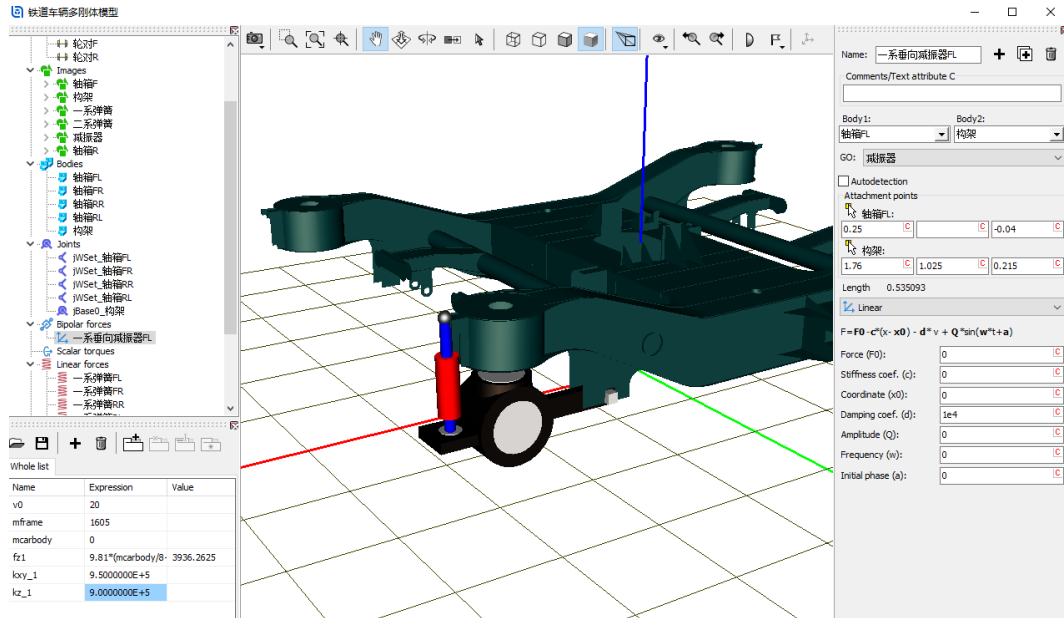

图 3-15
- 8) 定义减振器下点和上点坐标分别为 **(0.25, 0, -0.04)**，**(1.76, 1.025, 0.215)**，选择力元类型 **linear**，定义阻尼系数 **1e4**，如图 3-15。